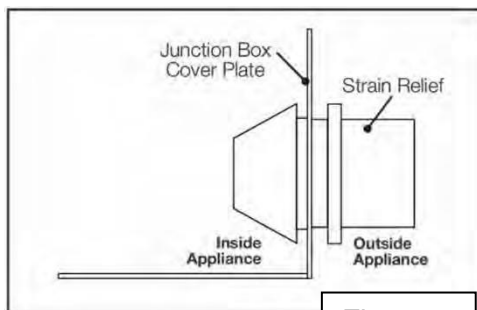

Fig. 3-3
- Als de trekontlasting nog niet is geïnstalleerd, installeer deze dan in de afdekplaat van de aansluitdoos (Fig. 3-3). Schuif de voedingsdraad door de trekontlasting.